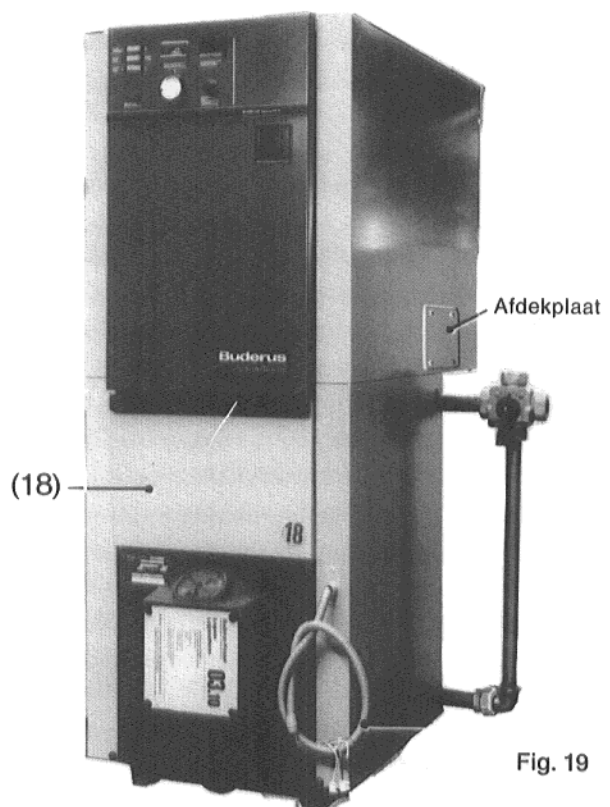

Fig. 19
**De branderkabel** (fabriekmatig aangebracht, zie fig. 19) eveneens naar het schakelpaneel voeren.